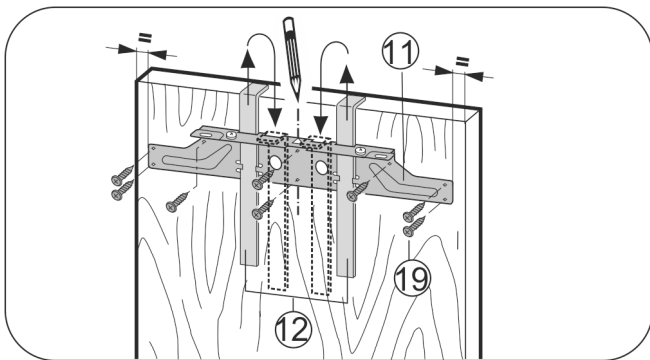

Fig. 26
- ▶ Upevňovaciu traverzu Fig. 26 (11) zaveste pomocou montážnych pomôcok Fig. 26 (12) na vnútornú stranu nábytkových dverí.
- ▶ Vyrovnajte upevňovaciu traverzu Fig. 26 (11) v strede na dverách.
- ▶ Upevňovaciu traverzu Fig. 26 (11) priskrutkujte minimálne 6 skrutkami Fig. 26 (19).
- ▶ Upevňovaciu traverzu Fig. 26 (11) priskrutkujte na okraji minimálne 4 skrutkami Fig. 26 (19).
- ▶ Montážne pomôcky Fig. 26 (12) vytiahnite smerom nahor a zasuňte ich otočené do vedľa ležiacich upevňovacích otvorov.